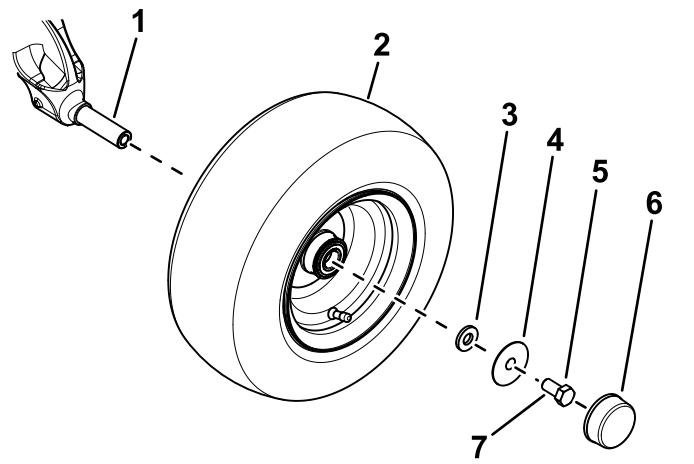

Bild 3
- B. Verwenden Sie eine kleine Unterlegscheibe, eine große Unterlegscheibe, eine Schraube ( $\frac{5}{8}$ " x 1¼") und eine Staubkappe, um das Rad an der Achsspindel zu befestigen (Bild 3).
- D. Bringen Sie die Staubkappe am Rad an (Bild 3).